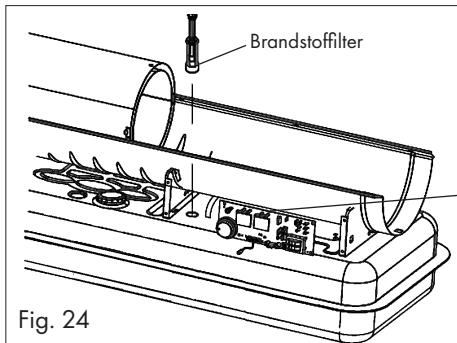
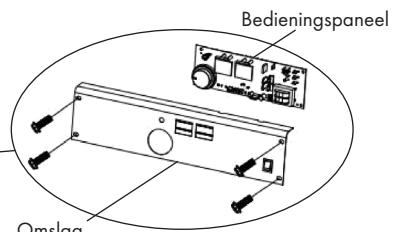

Fig. 24
Fig. 25
- Verwijder het deksel van het bedieningspaneel, zie fig. 25
- Verwijder de brandstofslang van het brandstoffilter (H).
- Trek het brandstoffilter (H) uit de tank, Zie Fig. 24